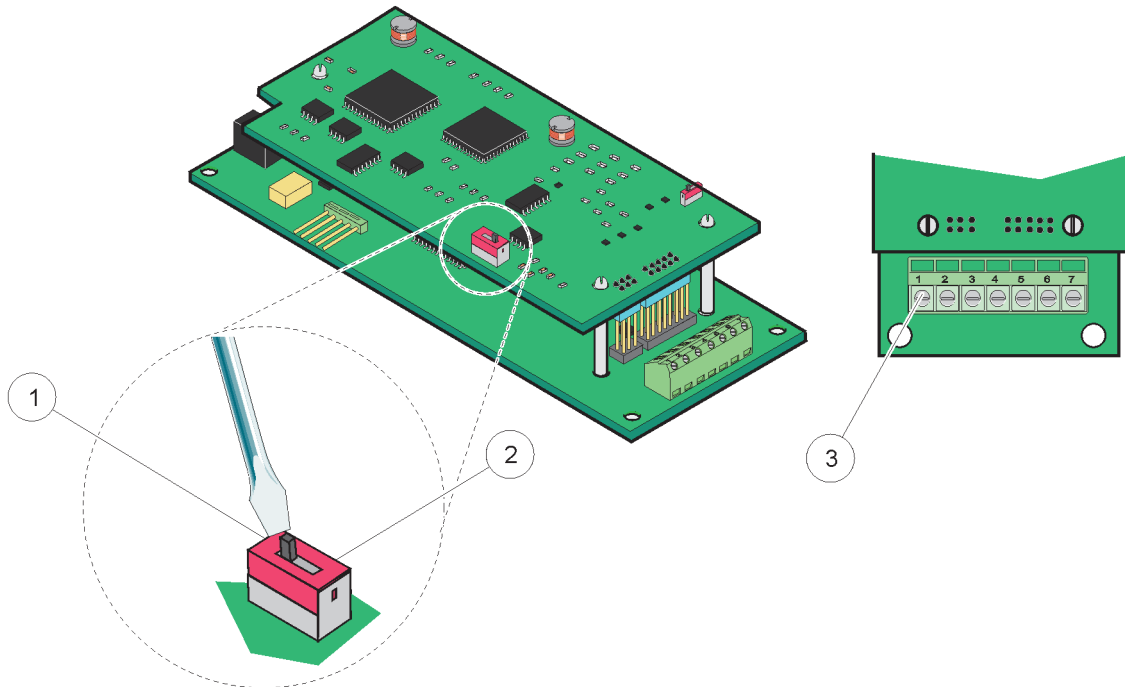
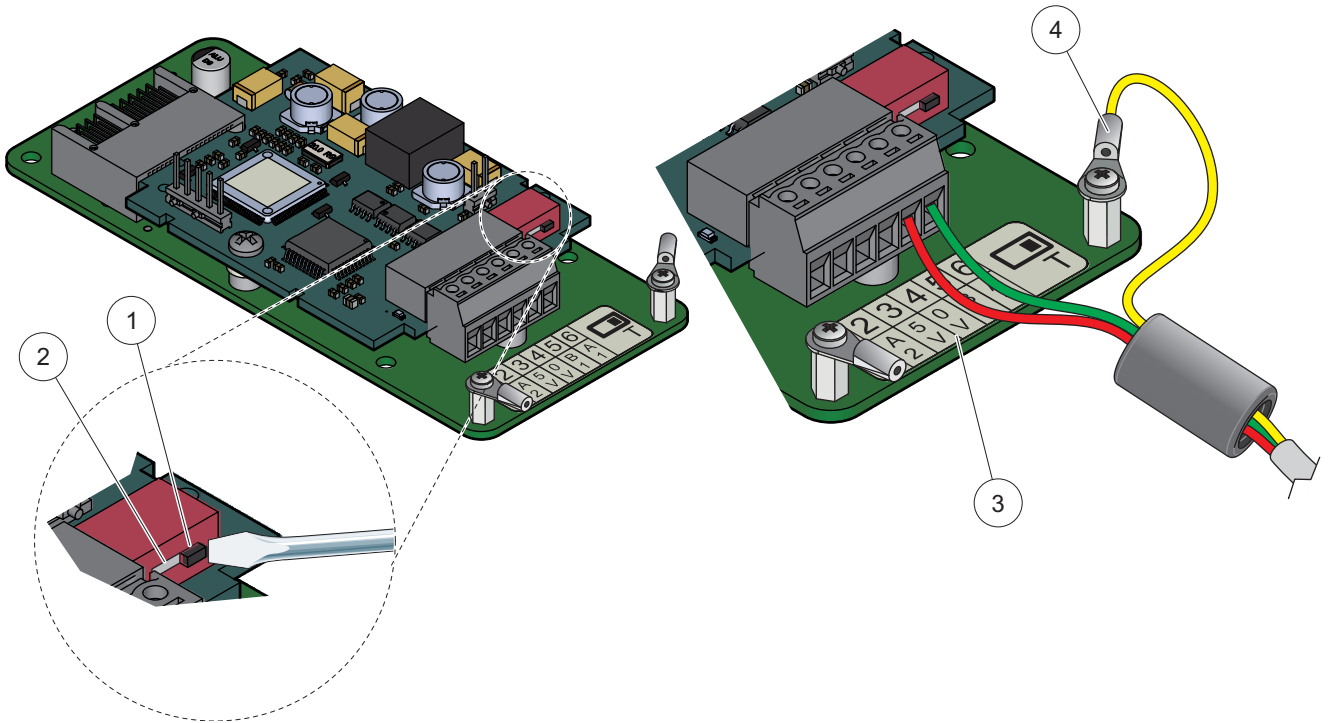

图 25 Profibus DP 卡 (YAB020 至 2013 年 12 月) 连接
图 26 Profibus DP 卡 (YAB103/YAB105 自 2013 年 12 月) 连接
4. 电线穿过组件底部，正确剥线后，根据图 25/图 26 和表 8/表 9 将每根线插入终端。确保屏蔽线与线路板上的螺纹垫片相连。